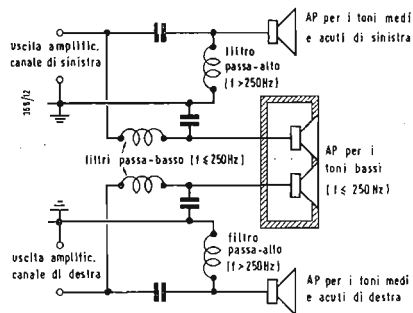

Fig. 5 ▲
(da: «Audio» - gennaio 1959) Schema di un sistema «integrato» semplificato, analogo a quello di fig. 5, proposto da M. McProud, redattore capo della rivista americana «Audio», utilizzando come cassone acustico comune a due altoparlanti per i toni bassi la formula della Rebel (v. «Revue du Son», N. 45), studiata qualche anno fa da Paul Klipsch. Gli altoparlanti impiegati sono dei Philips 9760 M di 30 cm. di diametro per i toni bassi e due ellittici, anch'essi Philips AD 3460 M (15 cm. x 10 cm.) alimentati attraverso un circuito di filtraggio, qui semplificato la cui frequenza di transizione relativamente alta è posta intorno a 800 Hz.
2) Anche se seducenti, i metodi di conversione elettrica sembra che non abbiano incontrato in America un grande favore. Quei fabbricanti di altoparlanti ed altri tecnici danno la preferenza alla conversione acustica per il semplice motivo di non obbligarli a studiare differenti apparecchi a seconda l'indirizzo verso il sistema a bassa conversione o a due vie del tutto separate. Il sistema più semplice consiste senza dubbio (fig. 5 e 6) nel raggruppare due altoparlanti per i toni bassi nello stesso mobile acustico, ma sembra che sia ancora più semplice e